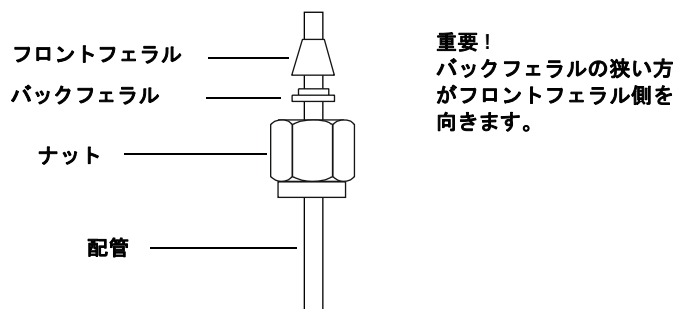

図 8 Swagelok ナットおよびフェラル
- 1 図 8 に従って、Swagelok ナット、バックフェラル、およびフロントフェラルを配管に通します。